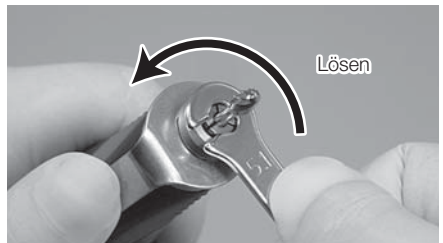

Abb. 8
- ※ Wenn ein Bohrer mit großem Durchmesser des schneidenden Teils mit hohem Drehmoment verwendet wird, kann sich die Spannzange selbst in Richtung Schließen drehen, sodass der Bohrer möglicherweise festsetzt und nicht herausgenommen werden kann. In diesem Fall richten Sie den Kopfschlitz und die Position des Wellenspanners (flacher Teil) zueinander aus und nehmen einen L-Spanner, um die Welle zu fixieren. Um die Spannzange herauszunehmen, öffnen Sie den Ring und drehen die Spannzange mit dem mitgelieferten Spannzangenschlüssel gegen den Uhrzeigersinn (Abb. 8).